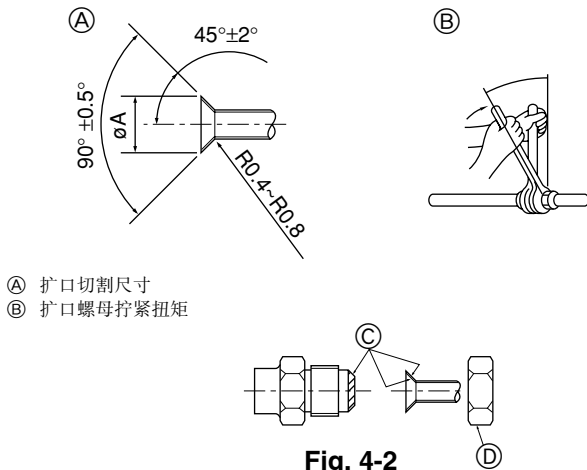

Fig. 4-2
(A) (Fig. 4-2)
(B) (Fig. 4-2)
## 4.2. 连接管道 (Fig. 4-2)